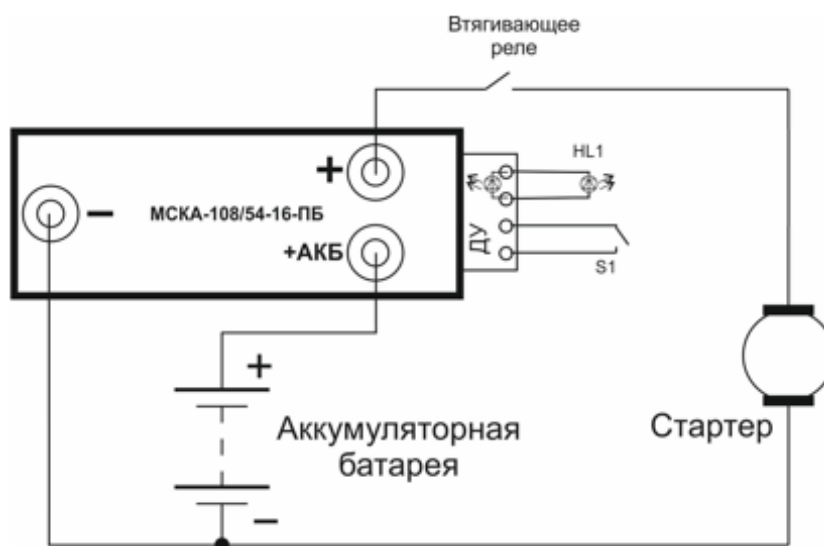

Рис. 1. Схема подключения ССГЗД к бортовой сети автомобиля 12 В.
- Для включения ССГЗД необходимо включить (замкнуть) выключатель S1 (см. рис.1). После этого система начнет заряжаться. Во время зарядки накопителя системы светодиод (или светодиоды) будет мигать. После полной зарядки суперконденсаторного накопителя системы светодиод будет гореть постоянно.